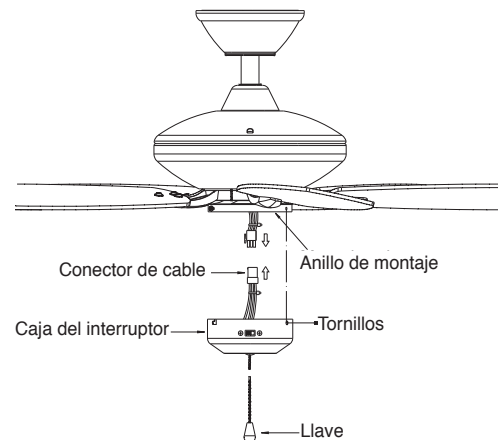

Fig.15
Paso 1. Sosteniendo la caja del interruptor debajo del ventilador de techo, aplica presión a los conectores cuadrados para cables para juntarlos. Uno desde el ventilador y otro desde la caja del interruptor. (Fig. 15)
Paso 2. Con cuidado mete todos los cables dentro de la caja del interruptor. Instala la caja del interruptor en el anillo de montaje con los tornillos incluidos. Asegúrate de que cada tornillo quede ajustado. (Fig. 15)